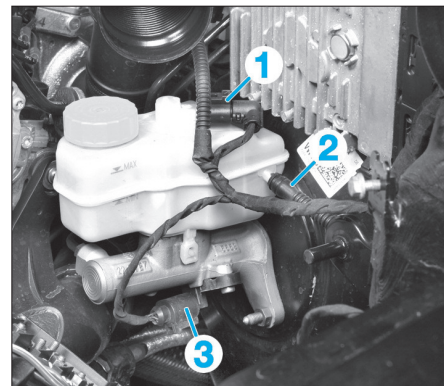

FIG. 13
- Débrancher les connecteurs (1) et (3) (Fig.13).